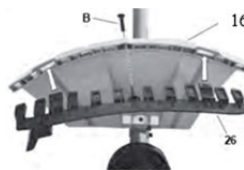

Fig.3-3
1. Lors de l'utilisation de la tête en nylon, la protection supplémentaire avec la lame de coupe doit toujours être installée. (Fig. 3-3, Fig. 3-4)
- Fixez la protection supplémentaire (26) avec la vis (B). (Fig. 3-3)
- Dévissez la vis (B); (Figure 3-3).